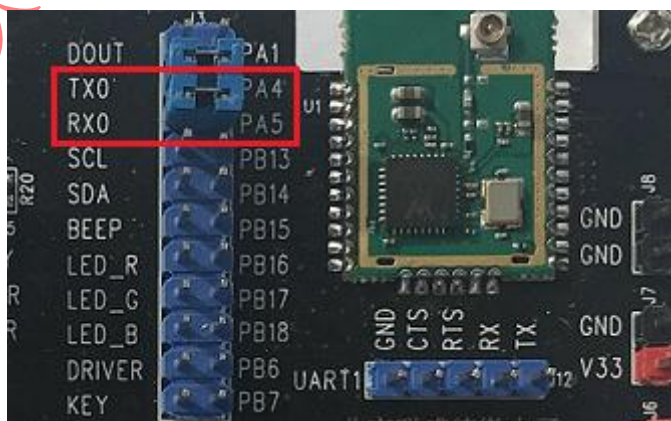

图 2-7 TX0、RX0 跳线帽短接
- A. 短路帽短接 J3 的[TX0, PA4]和[RX0, PA5]，如图 2-7 所示，使模块和串口芯片连接。